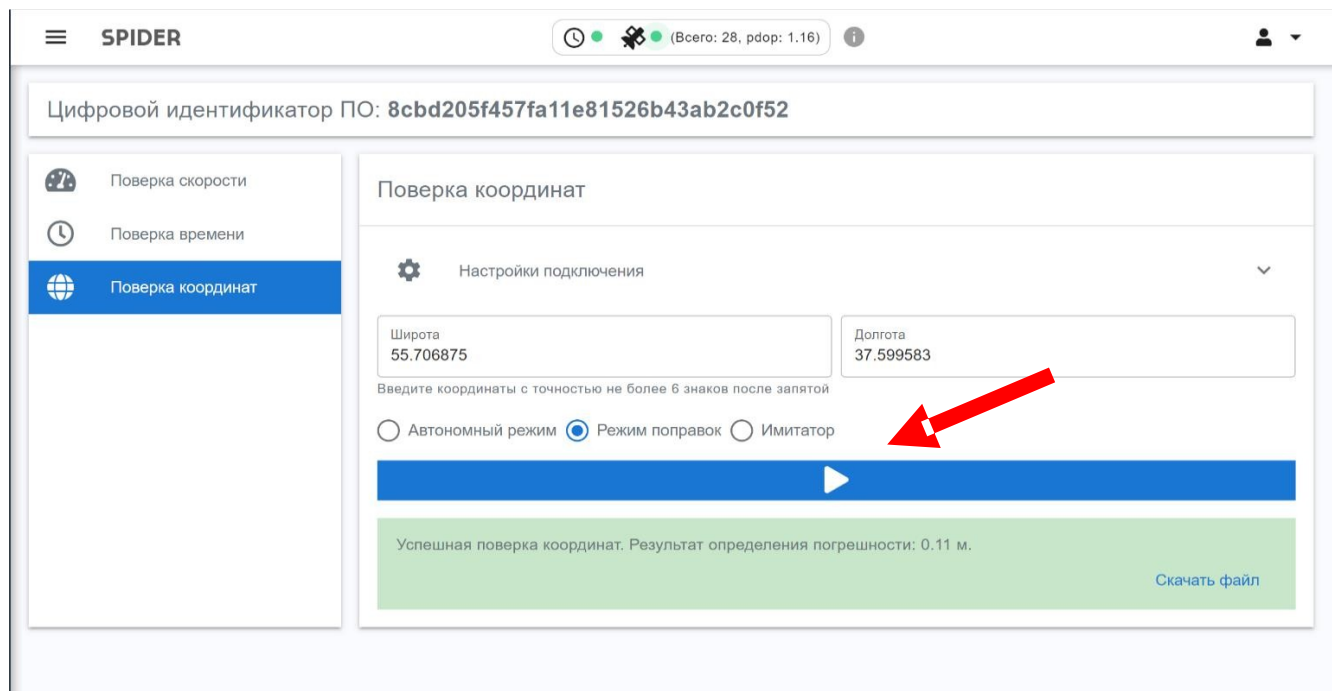

Рисунок 13 – Интерфейс запуска режима проверки координат
6.7.6.4. После выбора режима проверки нажать кнопку запуска проверки (рисунок 13).